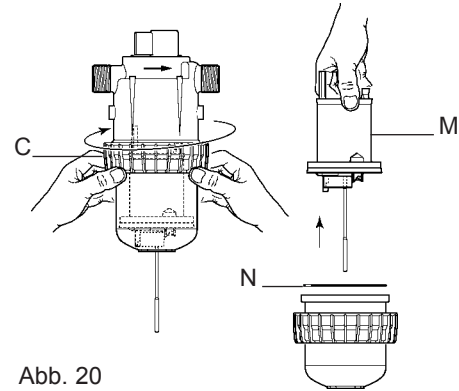

Abb. 20
- Lösen der Pumpenkörperverschraubung **per Hand (Abb. 20-C)**.
- Den **gesamten Motorkolben (Abb. 20-M)** nach oben herausziehen.
- Erneuter Zusammenbau : Den Motorkolben teils in den unteren (Schritt ①), teils in den oberen (Schritt ②) Pumpenkörper einfügen (vorsichtiges Einfügen der Lippen des Motorkolbens), erst dann beide Pumpenkörperpartien zusammenschieben und dabei darauf achten, dass der Dichtungsring (**Abb. 20-N**) nicht beschädigt wird.
- Schritt ③ : Die Pumpenkörperverschraubung per Hand festschrauben.
- Die Dosierpartie wieder anbauen, nicht jedoch ohne deren Dichtungsring (**Abb. 20-N**) gesäubert oder ausgetauscht zu haben.